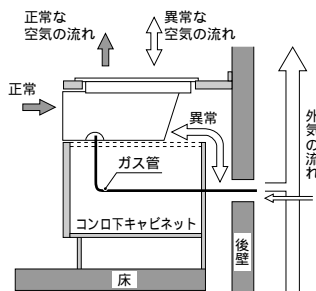
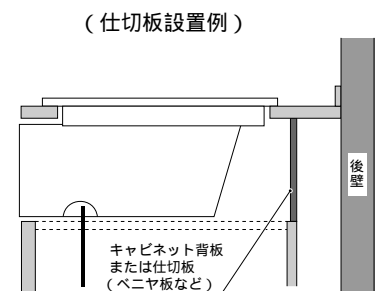

図 1
図 2
- ・ 右図のようにガス配管貫通部など建物構造上内気と外気がつながり、図1のような異常な空気の流れが起こるのでキャビネットに背板をもうけるか、図2のようにベニヤ板など（仕切板）により機器の後方をふさいでください。コンロの炎がゆらいだり、消えたり異常燃焼や機器焼損のおそれがあります。